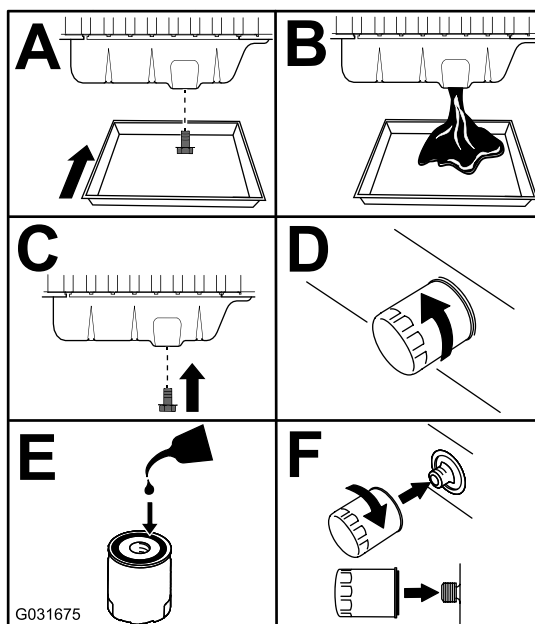

Figura 75
3. Substitua o filtro e o óleo do motor (Figura 75).